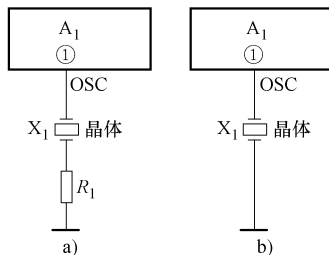

图 16-20 外接振荡元件引脚电路之七
7) 电路之七。如图 16-20 所示是外接振荡元件引脚电路之七。这是单根引脚的电路，从图中可看出，电路中只有一根引脚用来外接晶体  $X_1$ ，图 16-20a 和图 16-20b 所示电路不同之处是，一个  $X_1$  串接有电阻  $R_1$ ，一个则没有这一电阻。